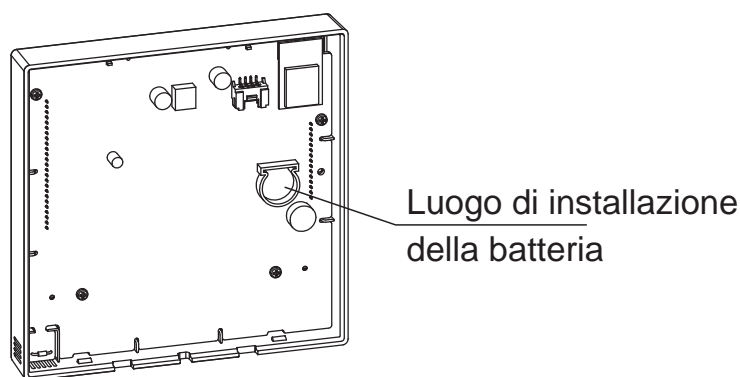

Fig 3-5
- Mettere la batteria nel luogo di installazione e assicurarsi che il lato positivo della batteria sia conforme al lato positivo del luogo di installazione. (Cfr. fig.3-5) Impostare l'ora corretta per la prima operazione.